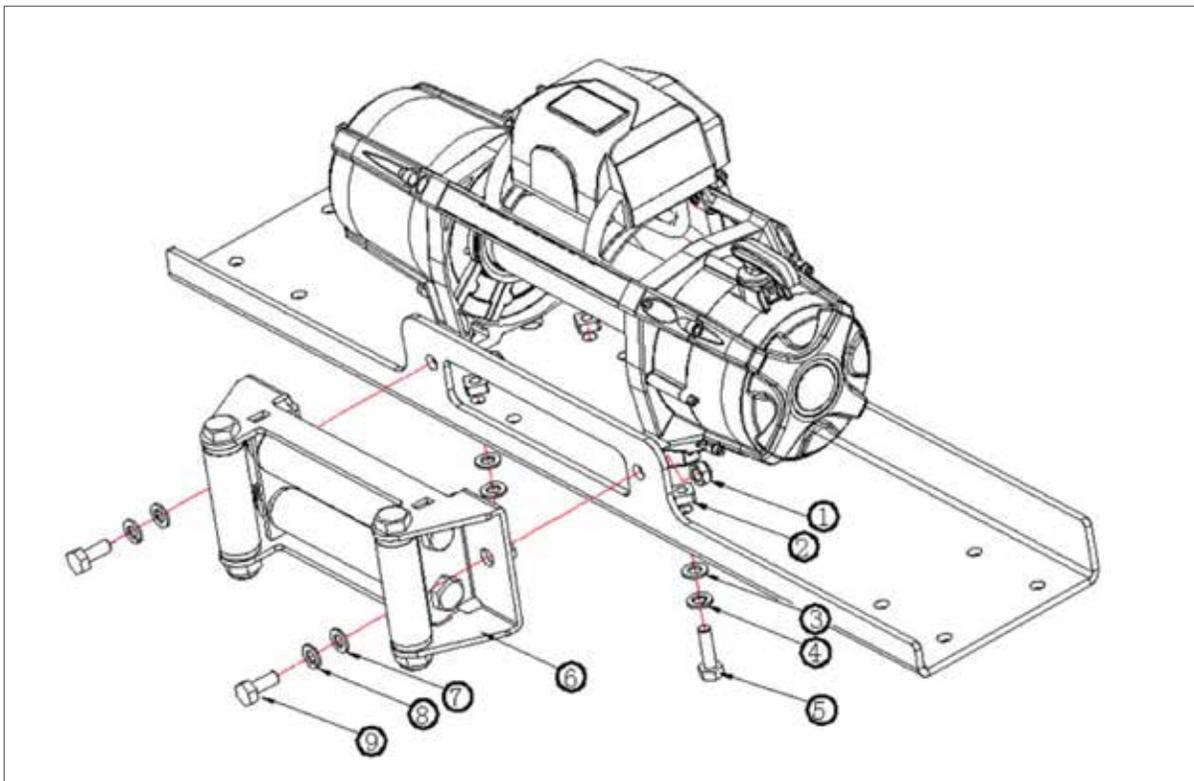

Fig. 3
4.2 MONTAJE DEL WINCHE (referencia Fig. 3).